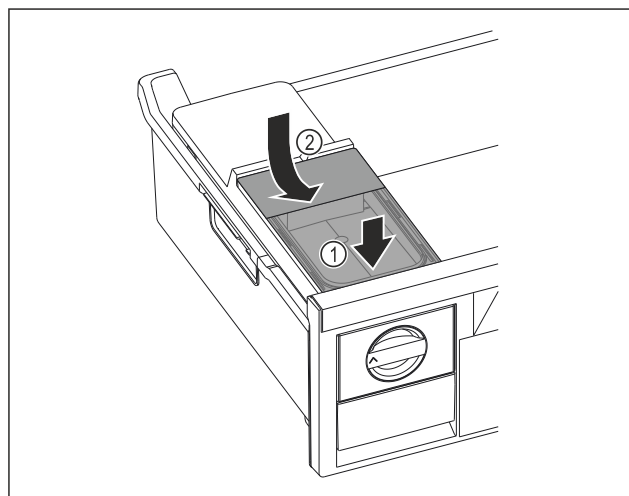

Fig. 151
- Поставете резервоара за вода отпред. Fig. 151 (1)
- Спуснете резервоара за вода отзад. Fig. 151 (2)